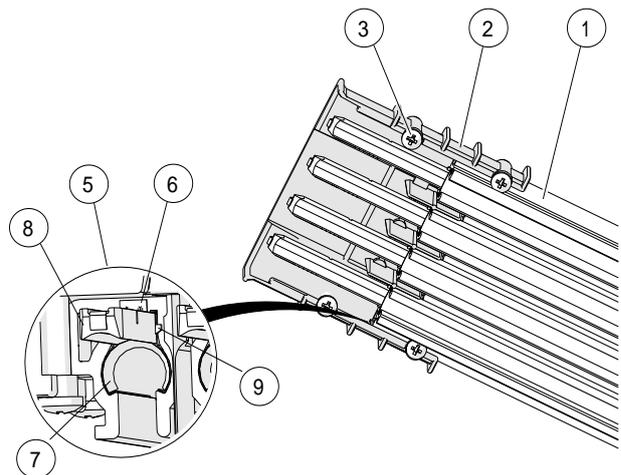

Abb. 15: Detailansicht Stift-seite
- Verbinderstifte und Verbinderkammern vorhanden und in gleicher Position sind (siehe Abb. 10, Pos. 1 und Abb. 15, Pos.6),